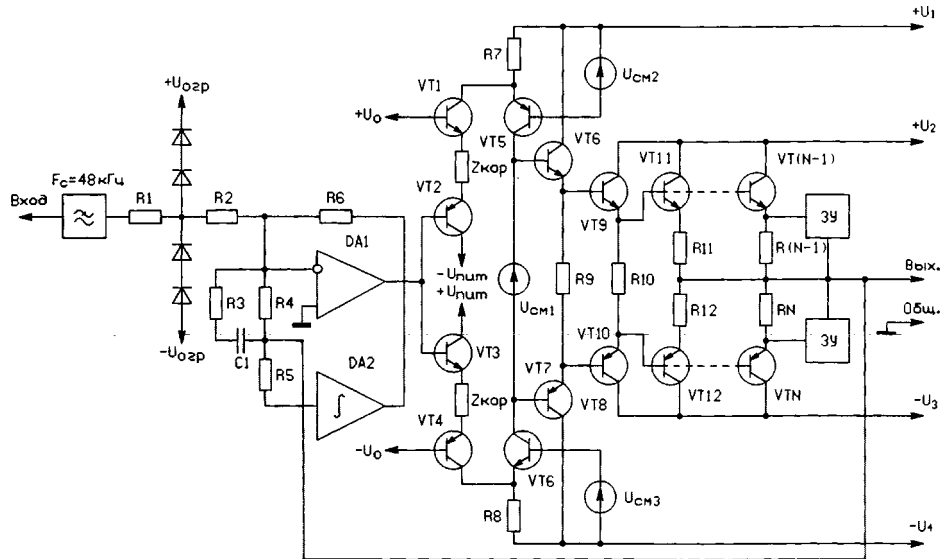

рис.9
В статье **С.Агеева** ("Радио", 10/99) описан **сверхлинейный УМЗЧ с глубокой отрицательной обратной связью**. На отечественных компонентах этот усилитель обеспечивает долговременную мощность до 150 Вт на нагрузке 4 Ом. Усилитель способен работать на комплексную нагрузку, имеет защиту от перегрузки по входу и выходу. Усилитель (**рис.9**) состоит из следующих узлов: входного фильтра нижних частот второго порядка с частотой среза 48 кГц, "мягкого" ограничителя уровня сигнала, собственно усилителя мощности, выходной RLC-цепи, а также каскадов автоматической балансировки по постоянному току и компенсации сопротивления проводов. Кроме того, предусмотрен вспомогательный усилитель сигнала в суммирующей точке УМЗЧ. Элементная база усилителя: в сигнальном тракте каждого канала – три ОУ К(Р)140УД1101, во вспомогательных цепях – К(Р)140УД14(08) и КР140УД23 (по 1 шт.), в предварительных каскадах использованы транзисторы КТ3102 и КТ3107 (по 2 шт.), КТ632 и КТ638 (по 4 шт.), КТ502 и КТ503 (2 и 1 шт.), КТ9115 и КТ969 (по 3 шт.). В ступенях выходного каскада установлены транзисторы КТ961А и КТ639Е (4 и 5 шт.), а также КТ818Г1 и КТ819Г1 (по восемь транзисторов в плече). В усилителе также использованы диоды серий КД521 или КД522, КД243Б и КД213Б.